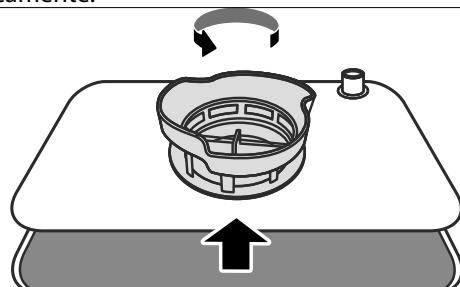

Fig. 19 – Allentamento del filtro fine
- ▶ Per rimuovere il sistema di filtri, ruotare il microfiltro in senso antiorario (vedere Fig. 19).